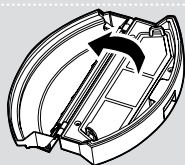

Fig. 19
3. Remover todos os componentes do filtro e limpá-los separadamente. A montagem é feita na ordem inversa. **[Fig. 19,20]**